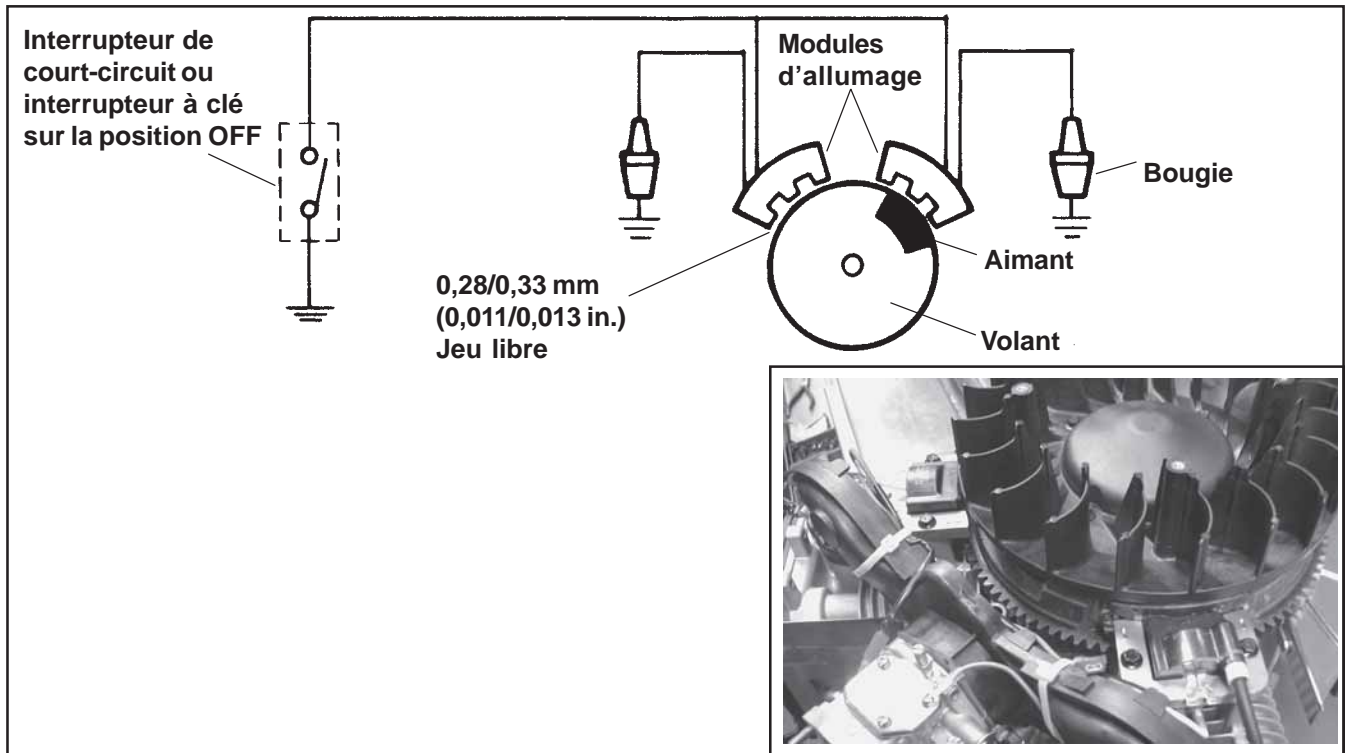

Figure 8-4. Système d'allumage à décharge capacitive (calage fixe).
- Deux modules d'allumage électroniques à décharge capacitive montés sur le carter du moteur (Figure 8-4).